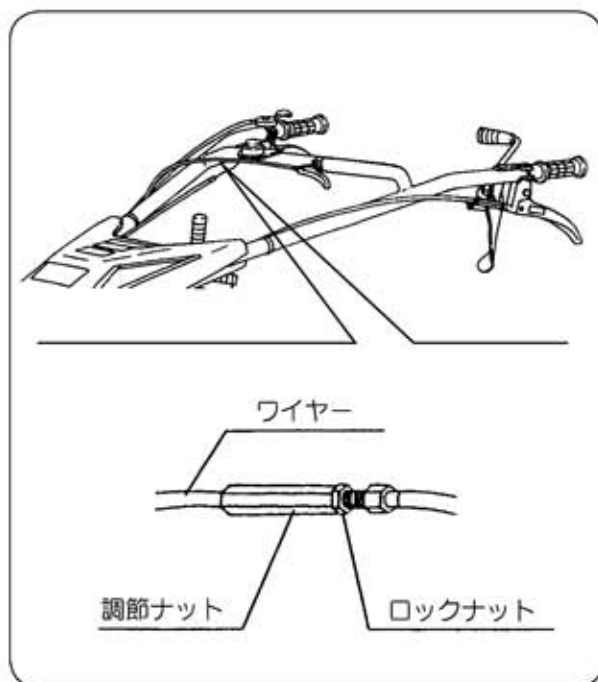

図29
- ① ロックナットを緩めます。(図29)
- ② 調節ナットを廻してハンドルの上下が移動できるように調整して、ロックナットを締付けます。(図29)